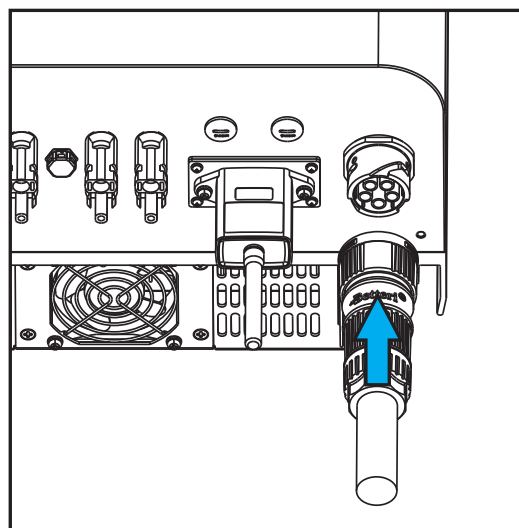

Imagen 5.10 Conexión de entrada de CA
Paso 6 Conecte los terminales al inversor como se muestra en la imagen 5.10.